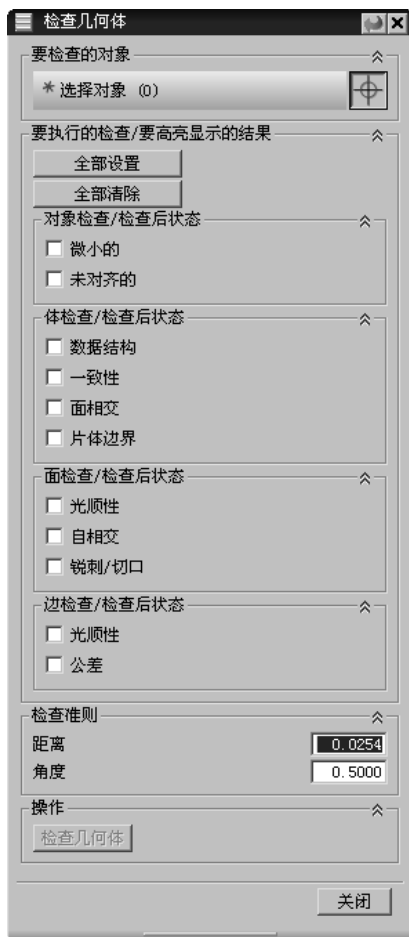

图 7.2.6 “检查几何体”对话框（一）
Step2. 选择下拉菜单 **分析(A) → 检查几何体(C)...** 命令，系统弹出图 7.2.6 所示的“检查几何体”对话框（一）。